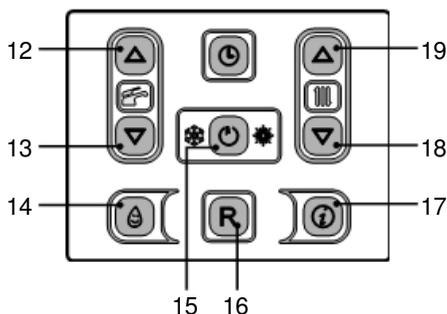

Figura 2.5
- Mantenga pulsado durante 2 segundos el botón 15 hasta que aparezca en el display el símbolo  Figura 2.5.
La temperatura del agua caliente de impulsión de la calefacción puede regularse mediante los botones 18 (reducción) y 19 (aumento) (Figura 2.5)
De todas formas, si la temperatura ambiente no fuera agradable, se puede aumentar o disminuir la temperatura de impulsión de la instalación de calefacción en  $\pm 15^{\circ}\text{C}$  usando los botones 18 (reducción) y 19 (aumento) (Figura 2.5).
La temperatura del agua caliente sanitaria puede regularse mediante los botones 12 (aumento) y 13 (reducción) (Figura 2.5) entre un mínimo de aproximadamente  $35^{\circ}\text{C}$  y un máximo de aproximadamente  $60^{\circ}\text{C}$ . La primera vez que se pulsa uno de los dos botones se muestra el valor de "consigna", la segunda vez se puede modificar.